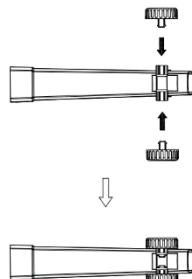
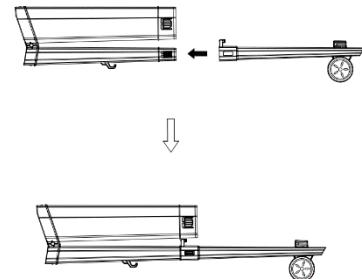
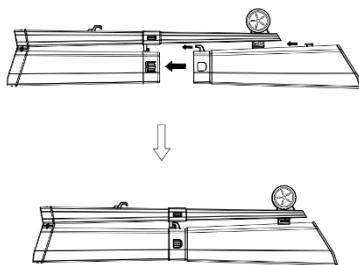
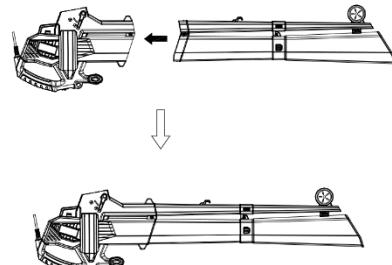

Fig. 2
Fig. 3
Fig. 4
Fig. 5
1. Rad und Gebläse/Saugrohr zusammenbauen (Abb.2 Abb.3 Abb.4 Abb.5)
- Ziehen Sie die beiden Räder und das Gebläserohr heraus, halten Sie das Gebläserohr fest und installieren Sie die beiden Räder, siehe Abb. 2.
- Ziehen Sie das mittlere Rohr heraus und schieben Sie das Gebläserohr in das mittlere Rohr. Siehe Abb. 3.
- Ziehen Sie das Ansaugrohr heraus, setzen Sie das Ansaugrohr auf das zentrale Rohr, das Ansaugrohr rastet ein. Siehe Abb. 4.
- Setzen Sie das gesamte Rohr in den Maschinenkörper ein, siehe Abb. 5